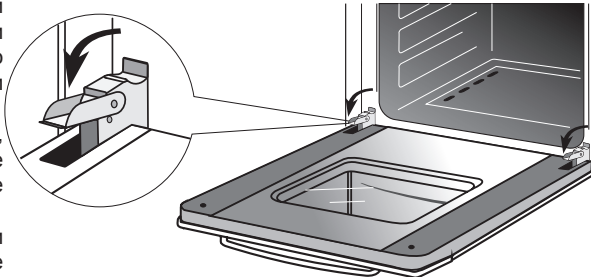

Рис. 18
- поднимите и поверните до упора рычаги, расположенные на двух шарнирах (рис. 18),